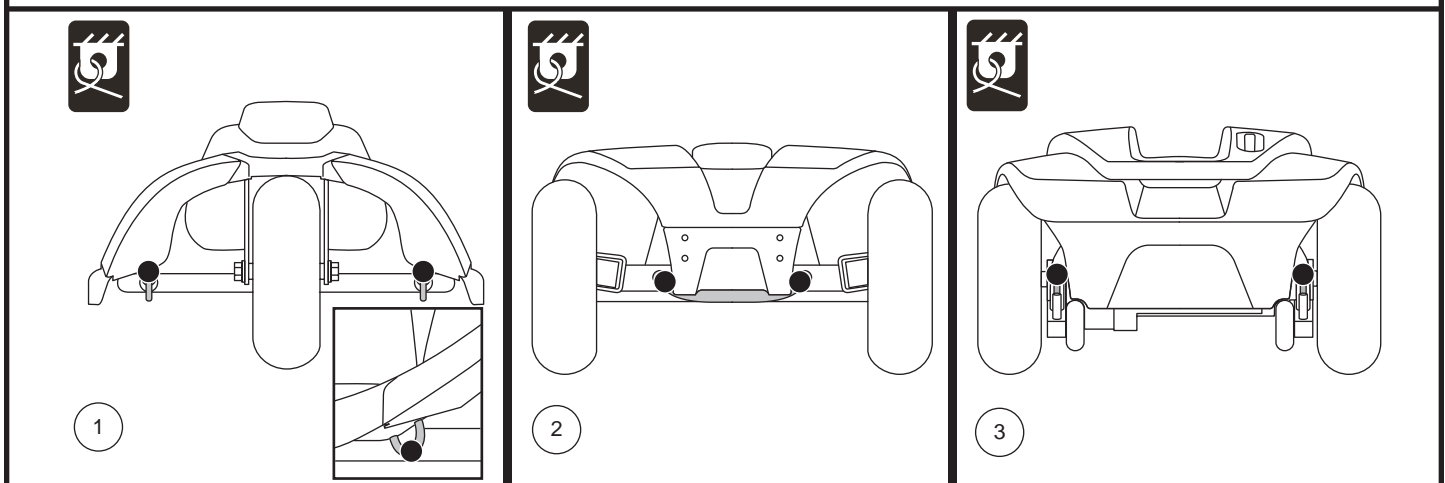

Figure 7. Points d'ancrage (identifié avec des points noirs)
Le scooter doit toujours être ancrés face à l'avant du véhicule. Fixez les quatre (4) courroies aux points d'ancrage désignés sur le scooter. **Voir la figure 7.** Serrez-bien les courroies pour retirer le jeu excessif. N'attachez jamais le scooter par ses composants réglables ou mobiles tels que les accoudoirs, capots ou roues. Ces articles devraient être enlevés. Positionnez les points d'ancrage arrière des courroies directement derrière le scooter. Les points d'ancrage avant sont disposés plus loin de chaque coté du scooter afin d'augmenter la stabilité latérale.